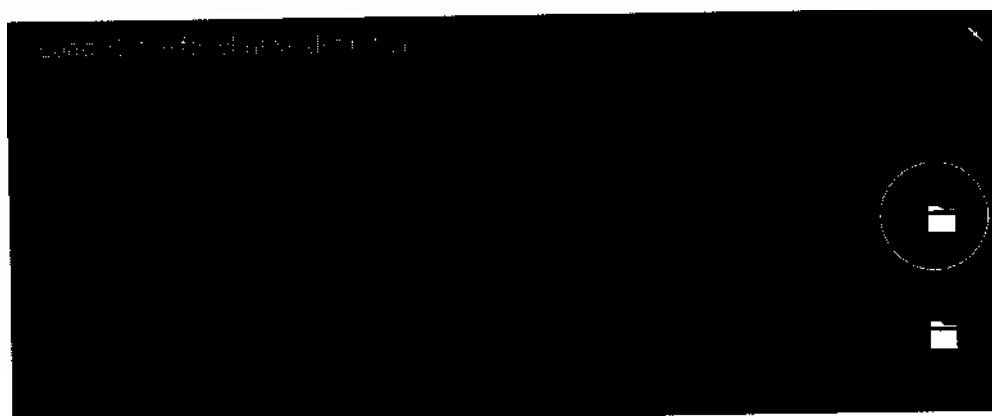

Рис.15 Щелкнуть на значок папки для загрузки файла STL
3. Выбрать хотя бы один «Arch Scan File» (Файл скана дуги), щелкнув на значок папки и найдя файл STL (рисунок 15).